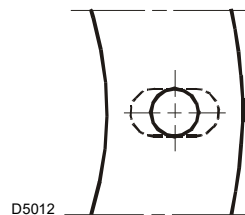

Fig. 7
- Allargare, se necessario, i fori dello schermo isolante (Fig. 7).